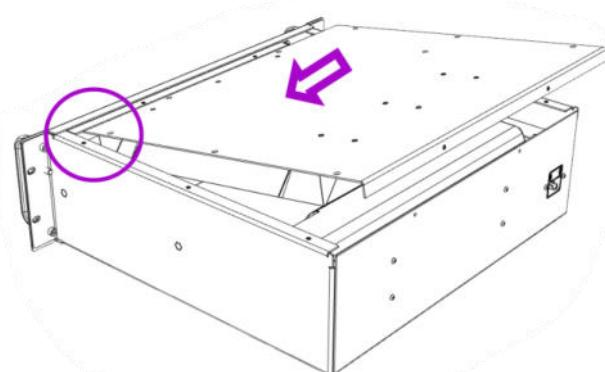

Abb. 20
1. Deckel an der vorderen linken Gehäusecke ansetzen. (Abb. 20)